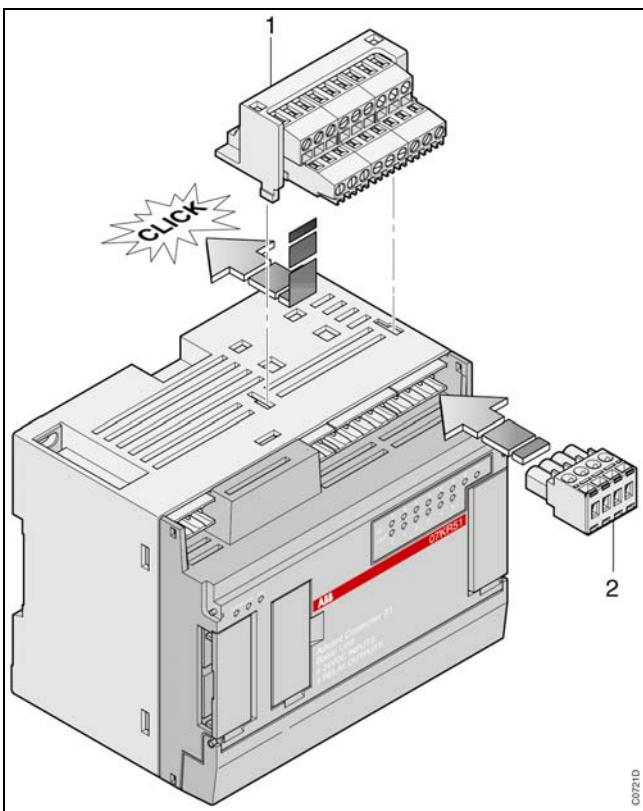

Figura 0-19: Conectores dobles externos (07 ST 50)
7.4.1. Conector doble externo: 07 ST 50 (ver Figura 0-19)
7.4.2. "Conectores tipo cage-clamp" (ver Figura 0-19)